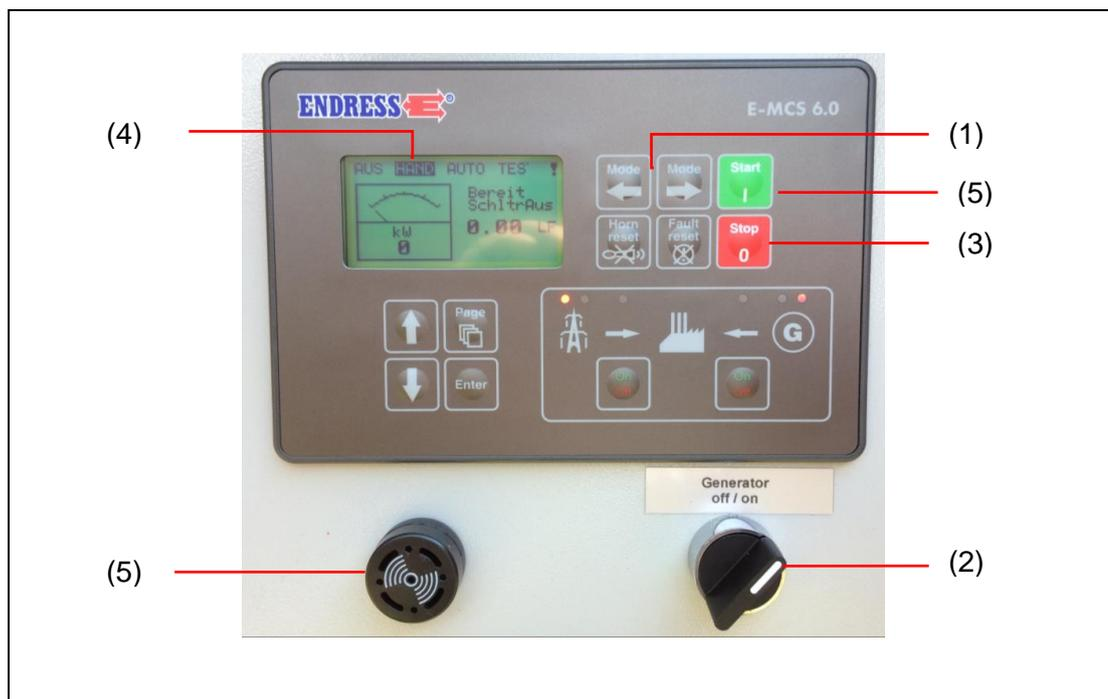

Fig. 82: Desconexión del generador eléctrico
- Aparato apagado (Fig. 82: Desconexión del generador eléctrico)
2. Pulsar el botón STOP (Fig. 82: Desconexión del generador eléctrico) y la LED roja comienza a parpadear. El motor se detiene tras una primera fase de refrigeración.
3. Presionar la tecla STOP (Fig. 82: Desconexión del generador eléctrico) una segunda vez detendrá de